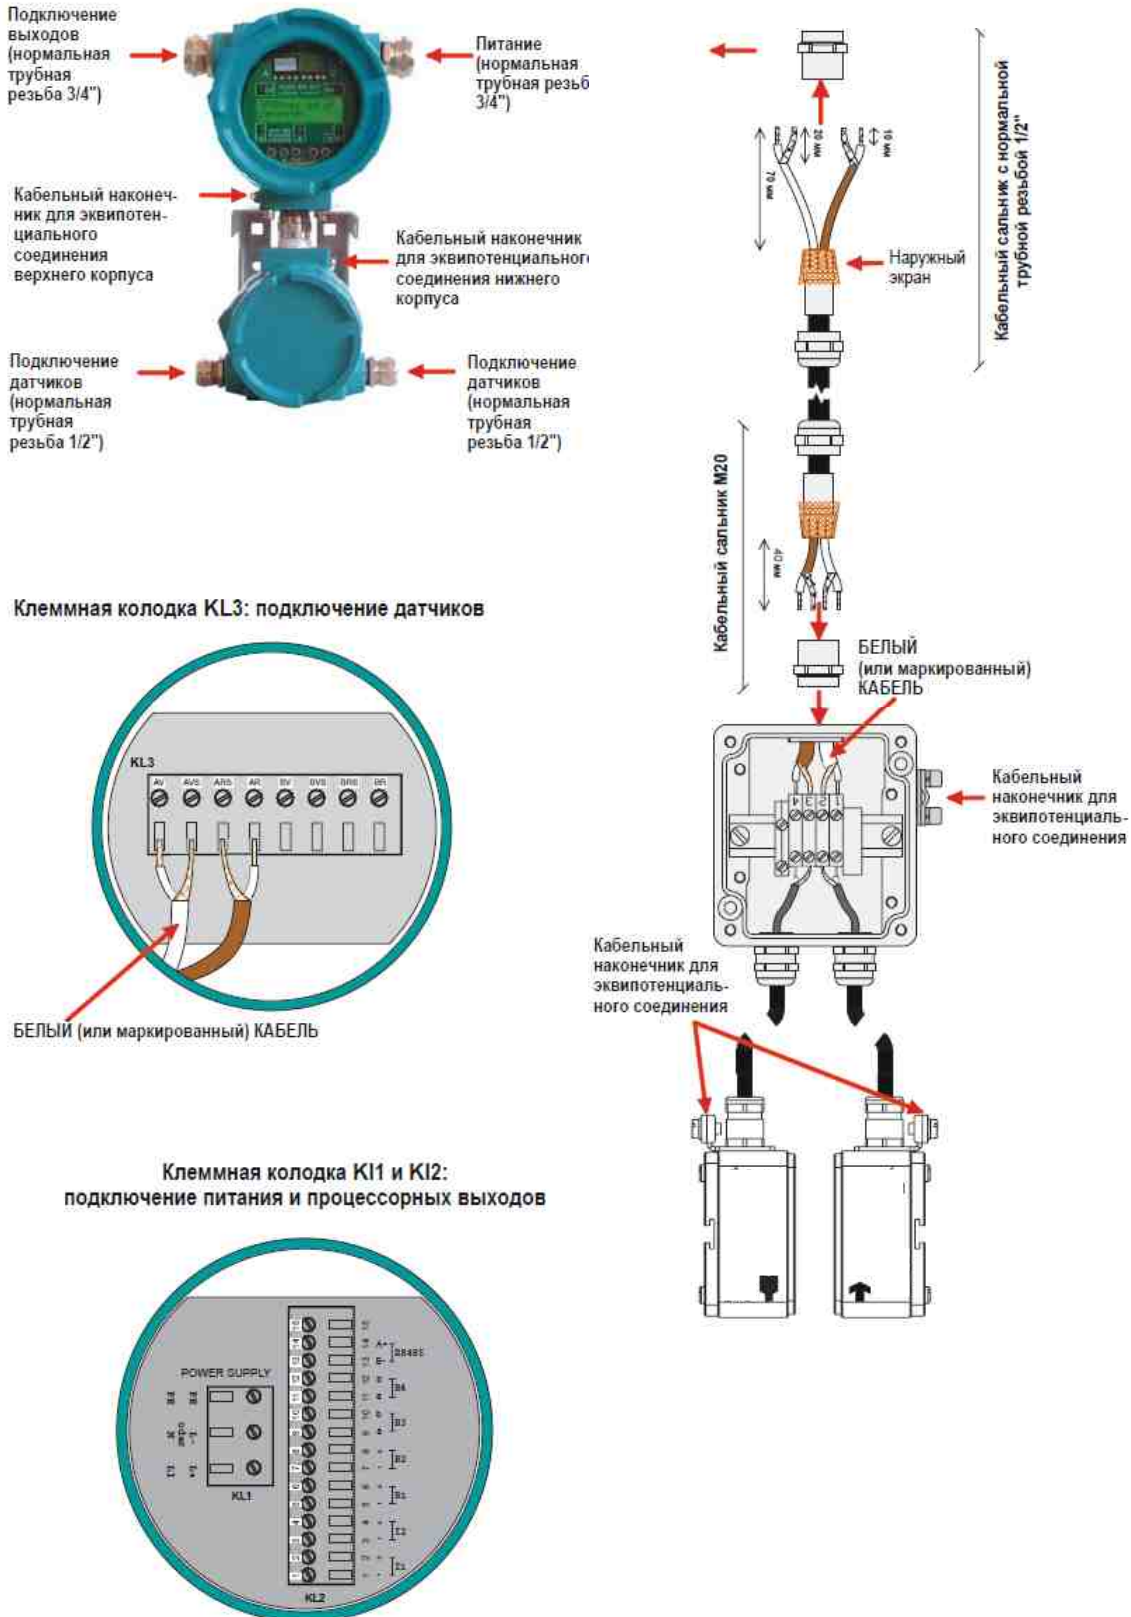

Рис.6.5. Подключение расходомера ПИР RF8027
- Выньте кабельный сальник для подключения выходов (см. рис. 6.5).
- Подключить выводы к клеммам соединительной коробки, как показано на рис.6.5.